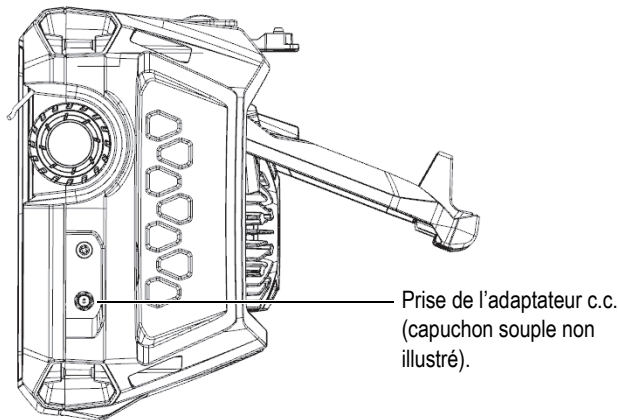

Figure 3-1 Prise de l'adaptateur d'alimentation c.c.
2. Sur le côté droit de l'appareil, soulevez le capuchon en caoutchouc souple qui recouvre la prise de l'adaptateur c.c. (Figure 3-1 à la page 44).